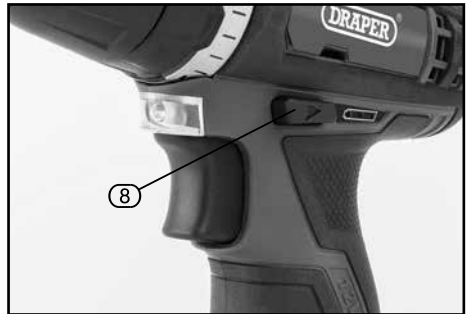

FIG. 5
9.4 FORWARD/REVERSE SELECTOR – FIG. 5